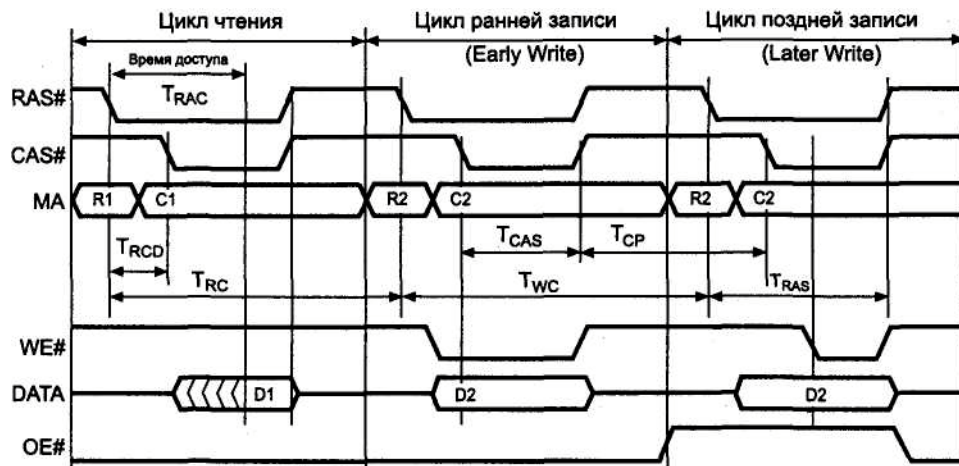
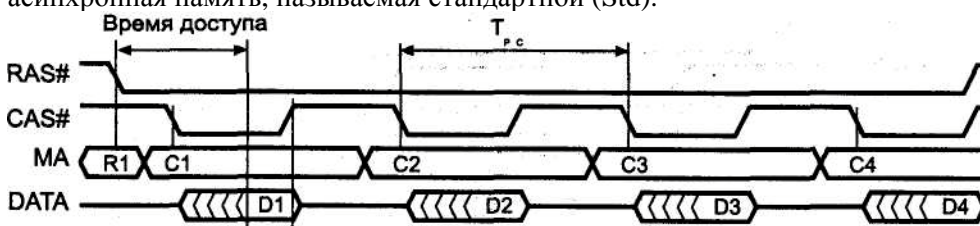

Рис. 7.1. Временные диаграммы чтения и записи динамической памяти
Рис. 7.2. Страничный режим считывания стандартной памяти DRAM (FPM)
*Выбранной* микросхемой памяти является та, на которую во время активности (низкого уровня) сигнала RAS# приходит сигнал CAS# (тоже низким уровнем). Тип обращения определяется сигналами WE# и CAS#. Временная диаграмма «классических» циклов записи и чтения приведена на рис. 7.1. Как из нее видно, при чтении данные на выходе относительно начала цикла (сигнала RAS#) появятся не раньше, чем через интервал  $TR_{AC}$ , который и является *временем доступа*. Микросхемы DRAM имеют множество временных параметров, из которых выделим несколько важнейших, с которыми иногда приходится сталкиваться при настройке параметров циклов в CMOS Setup.
Временная диаграмма, приведенная на рис. 7.1, может быть модифицирована для случая последовательного обращения к ячейкам, принадлежащим к одной строке матрицы. В этом случае адрес строки выставляется на шине только один раз и сигнал RAS# удерживается на низком уровне на время всех последующих циклов обращений, которые могут быть как циклами записи, так и чтения. Такой режим обращения называется режимом быстрого страничного обмена FPM (Fast Page Mode), или просто режимом страничного обмена (Page Mode), его временная диаграмма приведена на рис. 7.2. Понятие «страница» на самом деле относится к строке (row), а состояние с низким уровнем сигнала RAS# называется «открытой страницей». Преимущество данного режима заключается в экономии времени за счет исключения фазы выдачи адреса строки из циклов, следующих за первым, что позволяет повысить производительность памяти. Режим FPM поддерживает и самая обычная асинхронная память, называемая стандартной (Std).